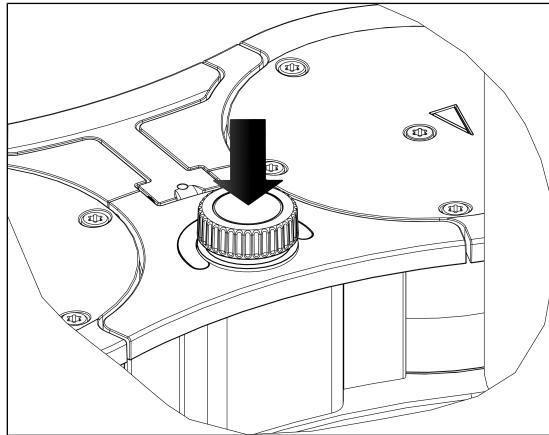

Fig.8: Mise en marche / à l'arrêt de la fonction de pompage du système de vide à l'aide du bouton poussoir/rotatif
- Démarrer la fonction de pompage du système de vide en appuyant sur le bouton-poussoir/rotatif (voir Fig. 8).